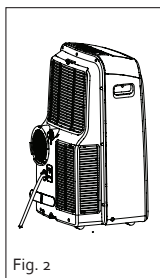
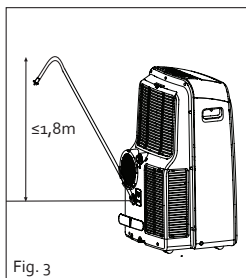

Fig. 2
Fig. 3
3. Stellen Sie sicher, dass das Wasser sicher und dauerhaft abfließen kann (Abb. 2). Das Wasser wird aus dem Gerät gepumpt. Dazu können Sie den Ablaufschlauch auf eine maximale Höhe von 1,8 m anheben (Abb. 3).